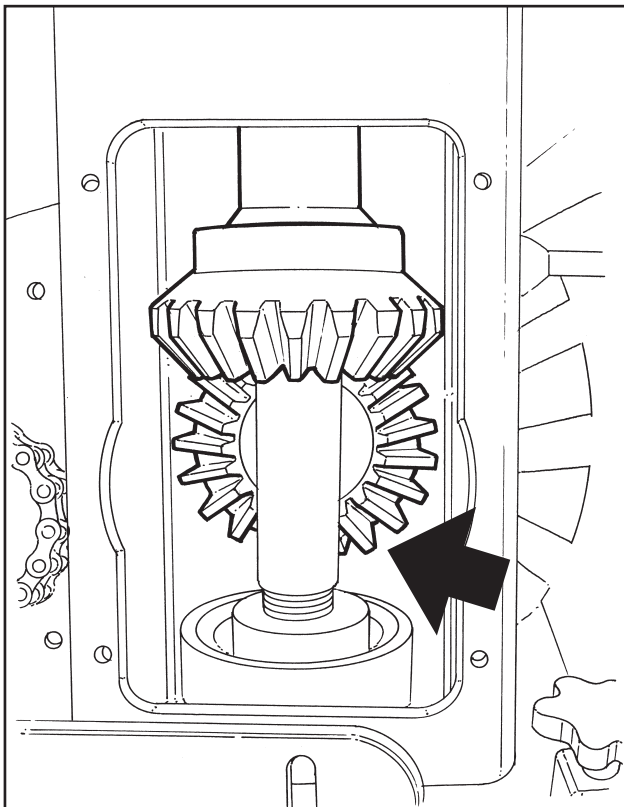

Fig. 1
- A seconda dell'intensità della frequenza di utilizzo, ingrassare settimanalmente tramite gli appositi ingrassatori (A) tutti i punti indicati in figura.
- Ingrassare ogni 6 mesi con del grasso i punti indicati in Fig. 1 e Fig. 2.
- Depending on the intensity and frequency of use, grease all the points shown in the Figure by means of the grease nipples (A) provided for the purpose.
- Grease the indicated sections in Fig. 1 and Fig. 2, every 6 months.
- Selon la fréquence d'emploi, graisser chaque semaine au moyen des graisseurs spéciaux (A) tous les points indiqués sur la figure.
- Graisser tous les 6 mois avec du gras aux points indiqués sur la Fig. 1 et Fig. 2.
- Según la intensidad y la frecuencia de uso, engrasar semanalmente, mediante los correspondientes dispositivos (A), todos los puntos indicados en la figura.
- Engrase cada 6 meses con grasa los puntos indicados en Fig. 1 y Fig. 2.